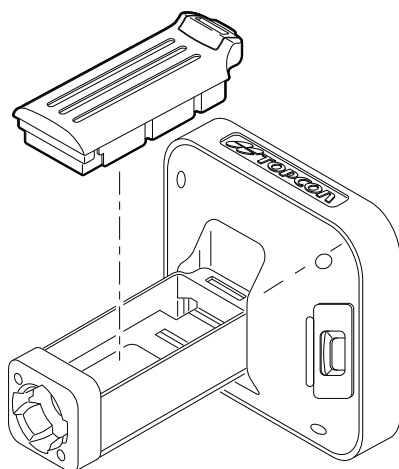

Рис. 2-12. Установка батарей в приемник GR-5
Порядок действий при установке батарей в GR-5 (Рис. 2-12):
4. Вставьте отсек для батарей типа AA в батарейную нишу приемника как показано на рис. 2-12 “Установка батарей в приемник GR-5” на стр. 2-16.